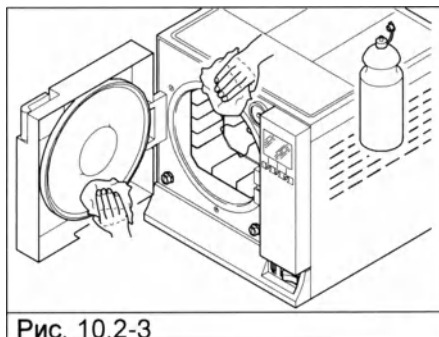

Рис. 10.2-3
Уплотнитель и дверцу следует чистить влажной тканью (Рис. 10.2-3), смоченной водой или уксусом, чтобы устранить следы известкового налета. Обработка должна проводиться для предупреждения скопления грязи, которая может вызвать потерю давления стерилизационной камеры и разрыв прокладок.
2. Отвинтите черную выступающую пробку внизу справа на задней части оборудования (1 на Рис. 10.2.3-4).